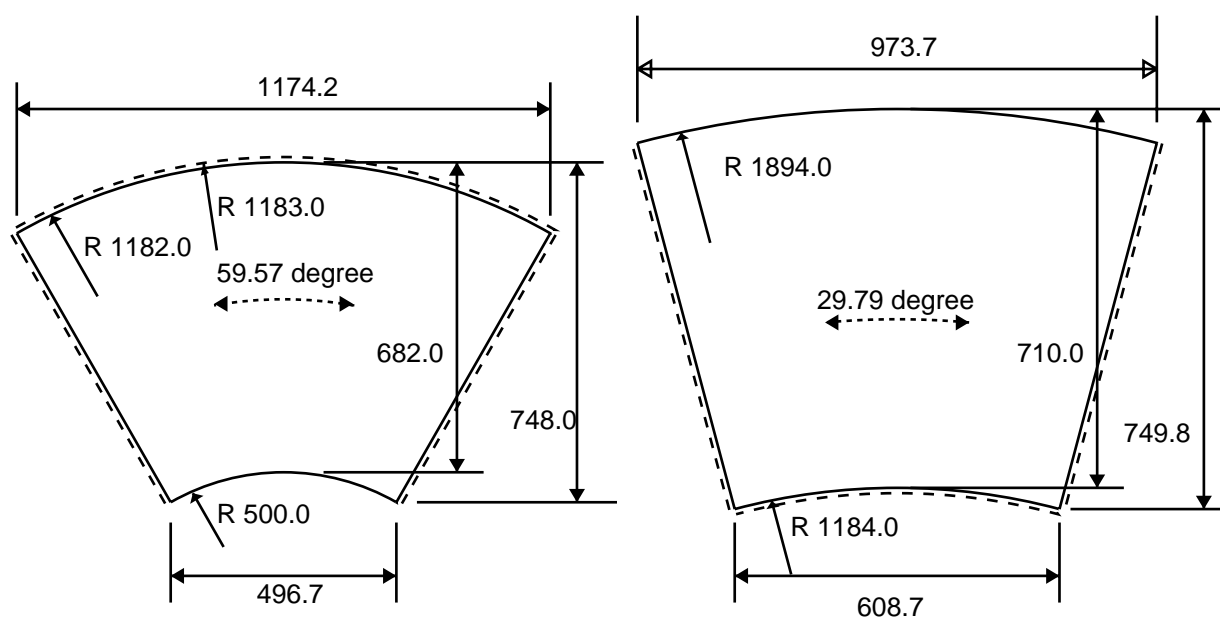

図 2: セグメントに対するギャップセンサー固定位置 (点線)
- 辺からの距離 (図 2 の点線から)
辺からの距離が 0 の場合、図 2 の点線上にギャップセンサーが配置されているものとする。距離が + の場合、辺に垂直な方向にセグメントの内側への距離を示すものとする。円状になっている辺 1,3 の場合は、ちょうどギャップセンサーの取り付け位置が半径方向に動くことを意味する。なお、辺からの距離 0 がセグメントのふちを意味するのではなく、隣り合ったセグメントとの中間点を示していることに注意。